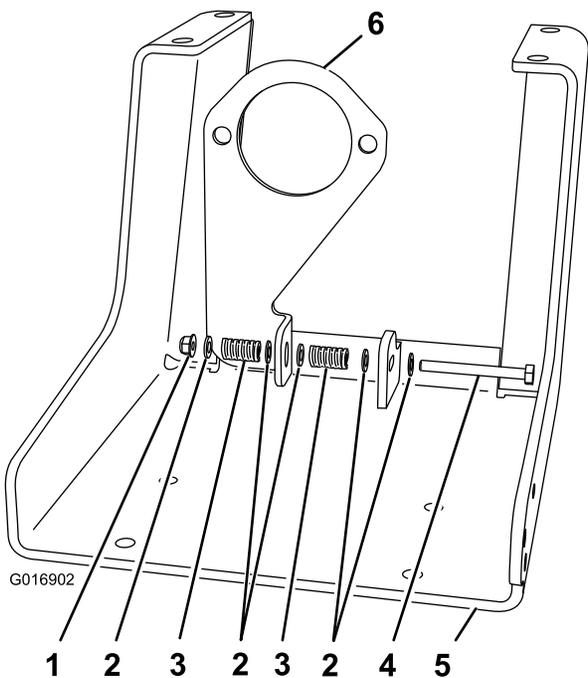

Bild 2
4. Schieben Sie die Scheibe auf die Dämpferschraube und stecken sie in das Vibrationsaufnahmeloch an der Spritzpumpenbefestigungshalterung (Bild 2).
5. Schieben Sie die folgenden Teile in der folgenden Reihenfolge auf die Dämpferschraube: Eine Scheibe (Bestellnummer 3256-23), eine Feder (Bestellnummer 110-5331) und eine Scheibe (Bestellnummer 3256-23) (Bild 2).
6. Stecken Sie die Dämpferschraube (mit den in Schritt 5 aufgeführten Teilen) in das Plattenloch (Bild 2).
7. Schieben Sie die folgenden Teile in der folgenden Reihenfolge auf die Dämpferschraube: Eine Scheibe (Bestellnummer 3256-23), eine Feder (Bestellnummer 110-8331) und eine Scheibe (Bestellnummer 3256-23) und befestigen sie mit einer Sicherungsmutter (Bestellnummer 104-8300) (Bild 2).